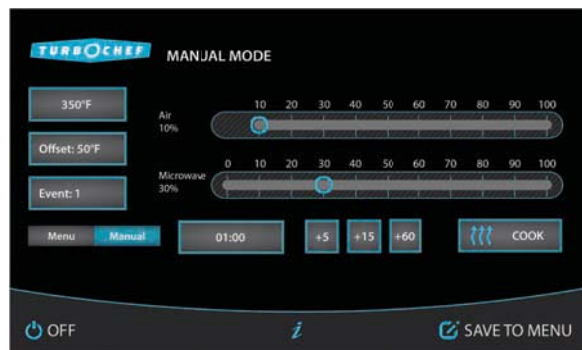

Figura 28: Ajustes para la prueba de fugas RF
3. En modo Manual, cree una receta de 1 minuto con un solo evento, 10 % aire, y 30 % microondas (Figura 28, a continuación).